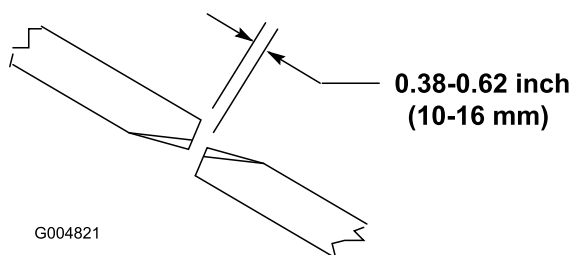

図 25
刈り込みデッキが適切に作動できるように、ウイング側と中央のブレードとの間に 1016mm の隙間を確保してください 図 25。
- 中央のブレードとその隣のウイングブレードを手で回してブレードの先端どうしを整列させる。先端から先端までの距離を測る。1016mm であれば適正である 図 25。